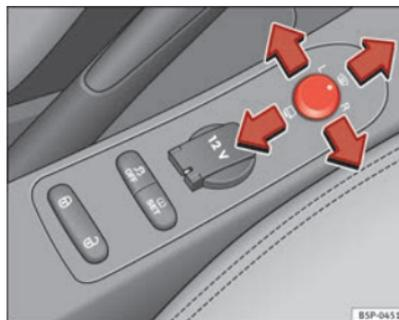

Abb. 88 Drehknopf für Außenspiegeleinstellung
1. Drehen Sie den Drehknopf ⇒ Abb. 88 zunächst in Stellung **L** (linker Außenspiegel).
- Drehen Sie den Drehknopf ⇒ **Abb. 88** in Stellung , um die Außenspiegel anzuklappen. Sie sollten die Außenspiegel immer anklappen, wenn Sie eine automatische Waschanlage durchfahren, um Beschädigungen zu vermeiden.